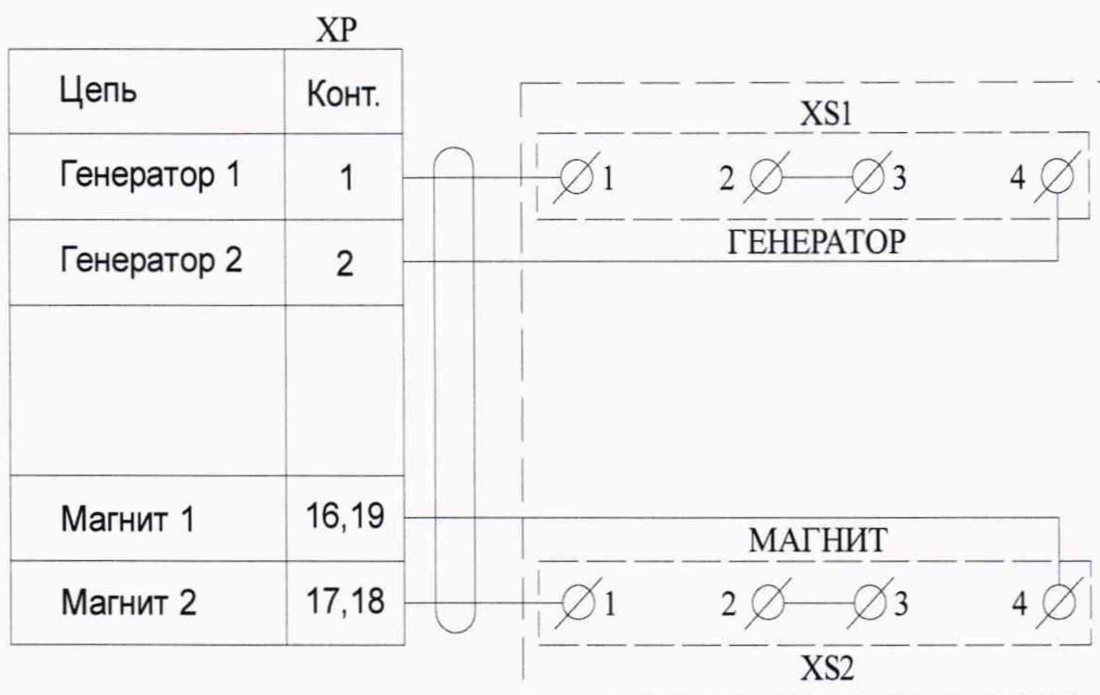

Рисунок 1 - Схема устройства Иа3.838.543
6.4, 6.5	Мультиметр цифровой DT9959 (рег. № 58550-14); Вспомогательные средства: Устройство Иа3.838.543 (Рисунок 1); Резистор SQP-10 Вт-20 Ом